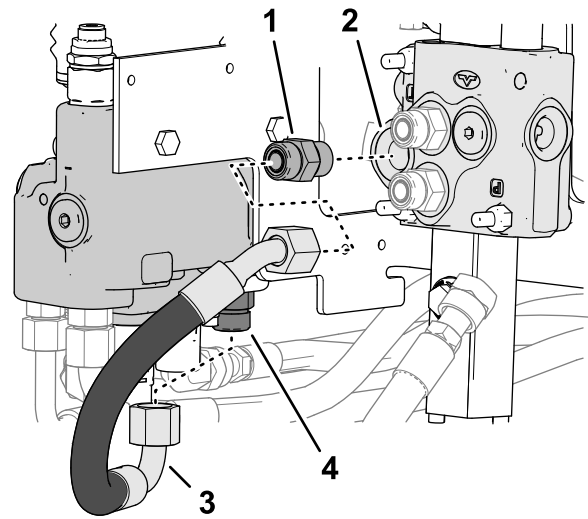

Bild 10
1. Entfernen Sie den restlichen Schlauch vom Anschlussstück des Anschluss T am Hilfsventil und vom Anschlussstück des Anschluss T am Ladearmventil. (**Bild 10**).